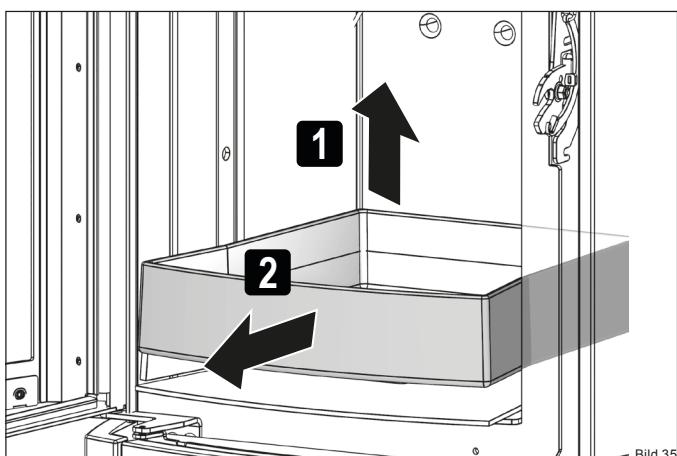

Bild 35
- ▶ Entnehmen Sie das Feuerrost (Bild 35).